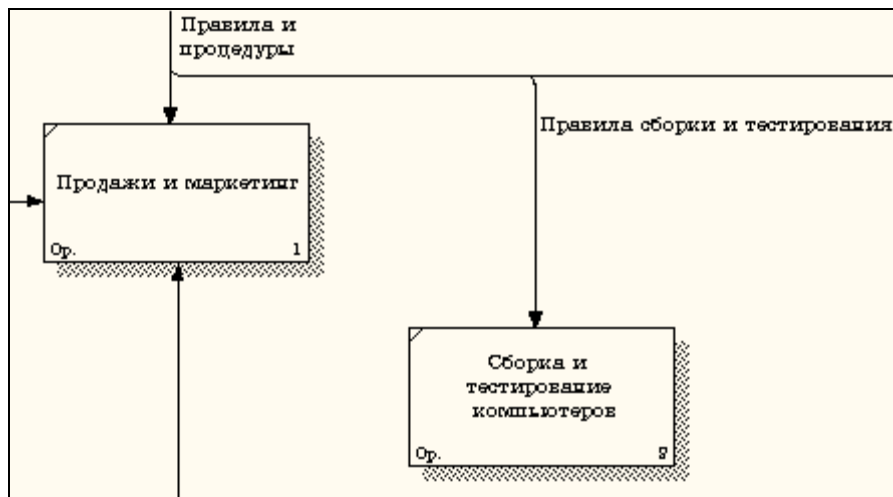

Рисунок 1.18 – Стрелка «Правила сборки и тестирования»
5. Правой кнопкой мыши щелкните по ветви стрелки управления работы «Сборка и тестирование компьютеров» и переименуйте ее в «Правила сборки и тестирования» (рисунок 1.18).